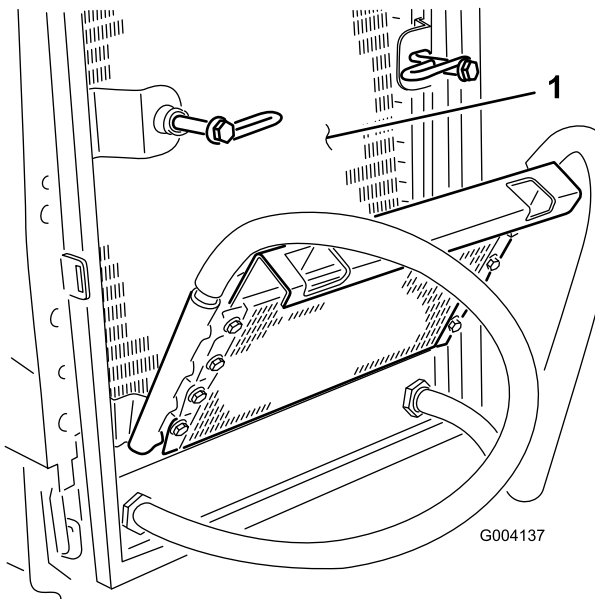

Figure 47
6. Nettoyez soigneusement les deux côtés du refroidisseur d'huile et du radiateur (Figure 47) à l'air comprimé.